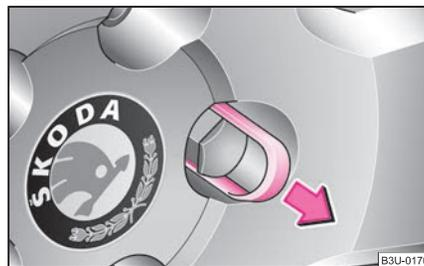

Abb. 157 Radwechsel: Abdeckkappe abnehmen
- Ziehen Sie die Kappe mit der **Kunststoffklammer** ab ⇒ Abb. 157.